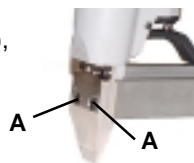

Figure 6
2. Enlever les deux Vis d'Assemblage du Guide Inférieur (A), illustré en Figure 6. Le Guide Inférieur et le Patin de Stabilisation sont maintenant enlevés ensemble.